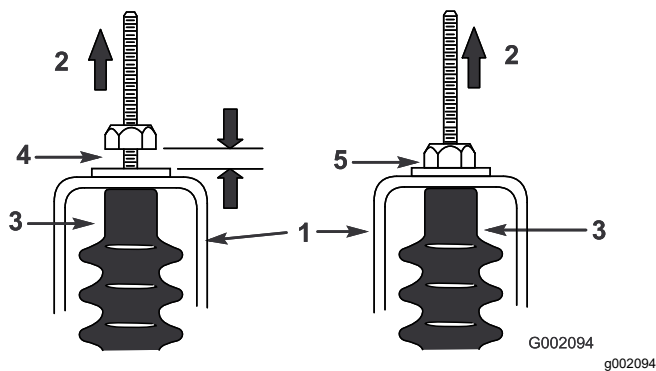

Figure 62
5. Tirez sur chaque câble de sélection et vérifiez qu'un espace de 0,76 à 1,52 mm existe entre l'écrou/la rondelle et la patte de réglage du point mort (Figure 62).